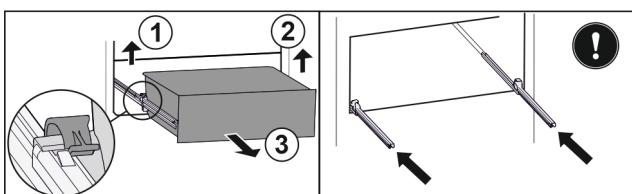

Fig. 89
- ▶ Ridicați clema din stânga și trageți concomitent sertarul din stânga spre înainte. Fig. 89 (1)
- ▶ Ridicați clema din dreapta și trageți concomitent sertarul din dreapta spre înainte. Fig. 89 (2)
- ▶ Extragăti sertarul spre înainte. Fig. 89 (3)